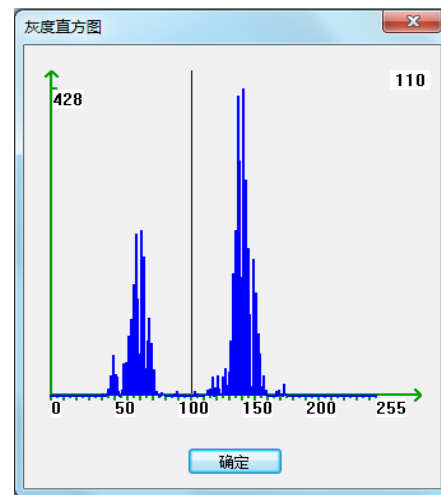

图 2.灰度统计直方图
2. 点击灰度直方图按钮，此时将弹出原始图像的灰度统计直方图，如图 2 所示：